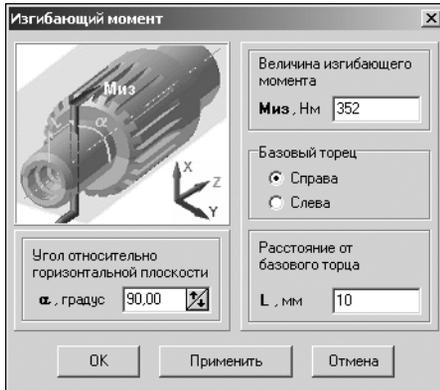

Рис. 6.4.
2. В развернувшемся меню выберите команду **Изгибающий момент**. Откроется окно, предназначенное для ввода параметров момента (рис. 6.4). В окне показана схема приложения изгибающего момента и расположены поля для ввода значений, определяющих место приложения, величину и направление момента.